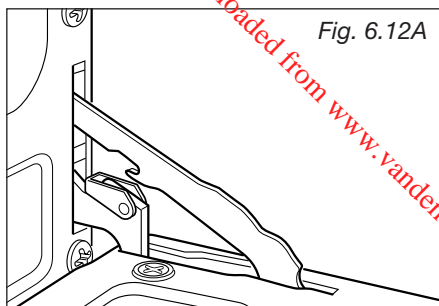

Fig. 6.12A
- Ouvrir complètement la porte du four (fig. 6.12A).